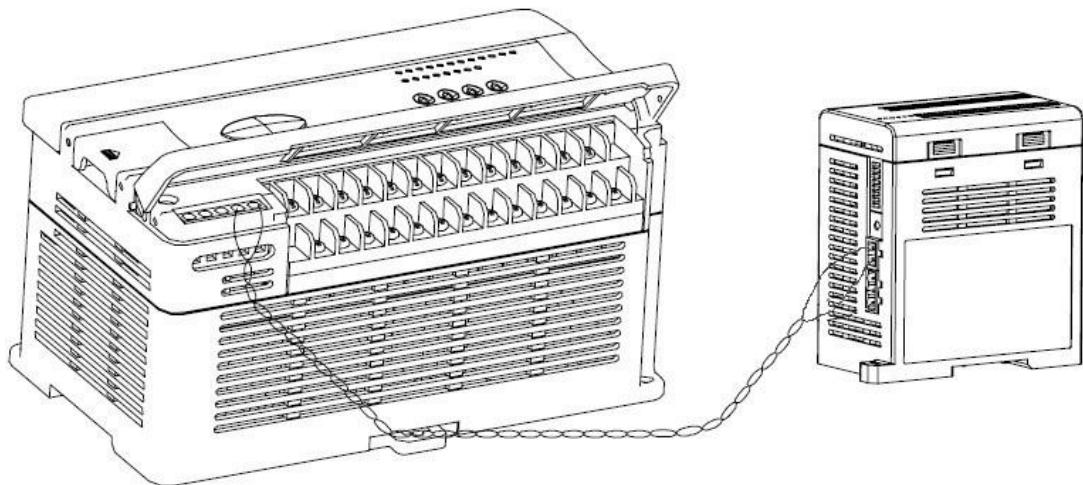

图 2-6 连接通讯线
1. 和 MEGMEET 的 PLC 主模块组网。用户需使用自备的双绞线连接 MTCV 的 RS485 通讯端子和主模块的 RS485 通讯端子（参见相关主模块的用户手册）。如图 2-6 所示：